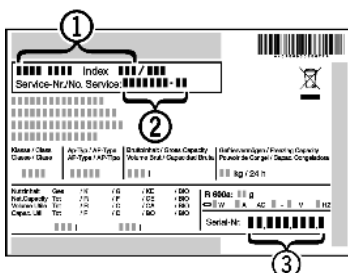

Fig. 7
► Relever la désignation de l'appareil Fig. 7 (1), le n° de service Fig. 7 (2) et le n° de série Fig. 7 (3) sur la plaquette signalétique. Cette plaquette se trouve sur la paroi intérieure gauche de l'appareil.
► Informer le S.A.V. et lui communiquer la panne, la désignation de l'appareil Fig. 7 (1), le n° de service Fig. 7 (2) et le n° de série Fig. 7 (3).